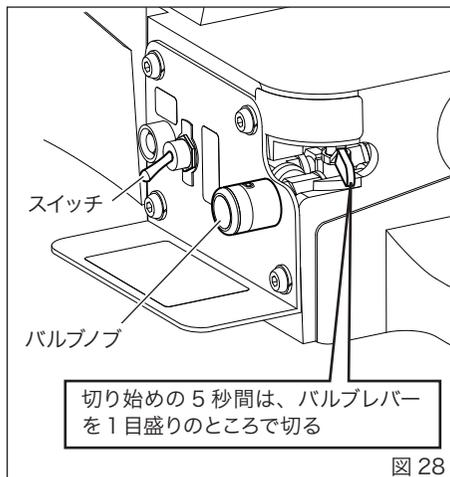

図 28
1. 切断作業 (図 28)
①電源プラグをコンセントに接続します。